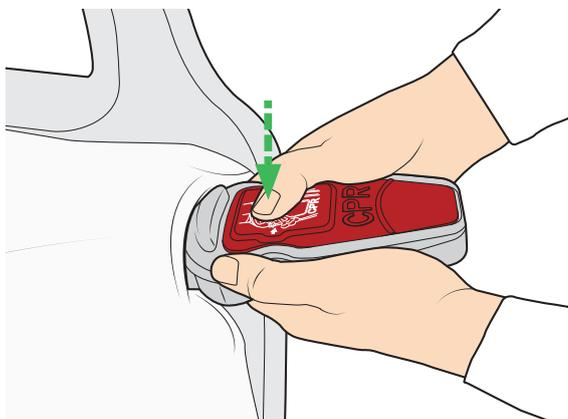

Figura 30
6. Assegure-se de que a unidade de esvaziamento rápido RCP está na posição fechada. (Consulte a Figura 30.) A unidade de esvaziamento rápido RCP deve estar sempre acessível.